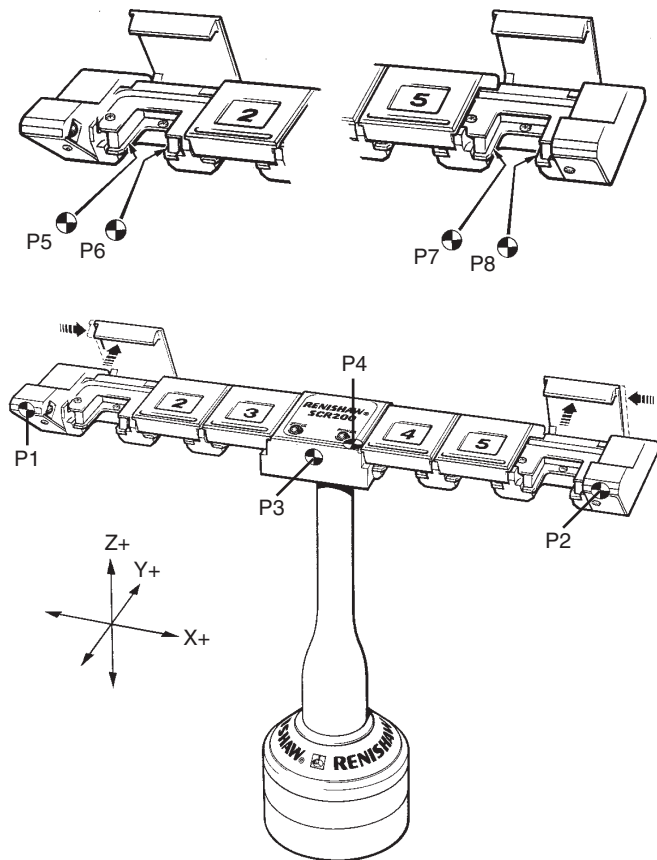

Figura 15: obtención de puntos de referencia del cambiador SCR200
En las siguientes instrucciones se presupone que se han tomado puntos descompensados y, por lo tanto, las posiciones objetivo para el cambio del módulo del palpador son coordenadas absolutas de la máquina. El sistema de ejes X, Y, Z se refiere a los ejes del cambiador mostrados en la Figura 15.
7.3.1 Para establecer la profundidad de ensamblaje (Y)
- Tome el punto P3 (véase la Figura 15).
7.3.2 Para establecer la altura de ensamblaje (Z)
- Tome el punto P4 de la cara superior (véase la Figura 15). Compruebe que el punto no se toma en la etiqueta.
- Véase la Figura 15.